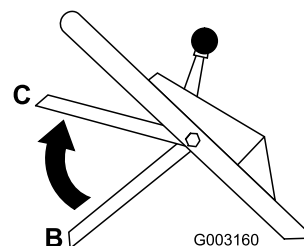

Figura 20
3. Levante la barra de control hasta la posición central, unas 12,7 cm por debajo del travesaño del manillar (Posición C en Figura 20).
4. Suelte la barra de control de la cuchilla (Posición B en Figura 20).